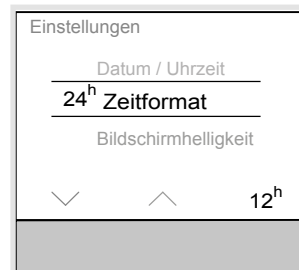

Bild 11: Einstellung Zeitformat
Das Zeitformat wechselt von der 24h in die 12h Anzeige. In der Funktionszeile (8) erscheint das 24h, um wieder in die 24h Anzeige zurückschalten zu können (Bild 11).